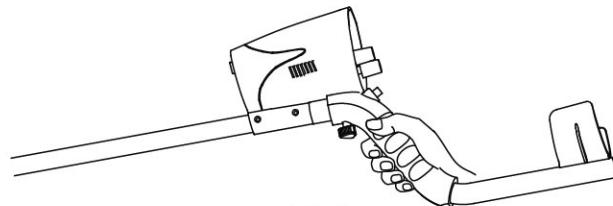

Fig.2
2. Få de to gevindbolte i bunden af håndtaget til at fluge med knopperne under kontrolboksen og lås boksen på plads med de to spændeskruer (Fig. 2).